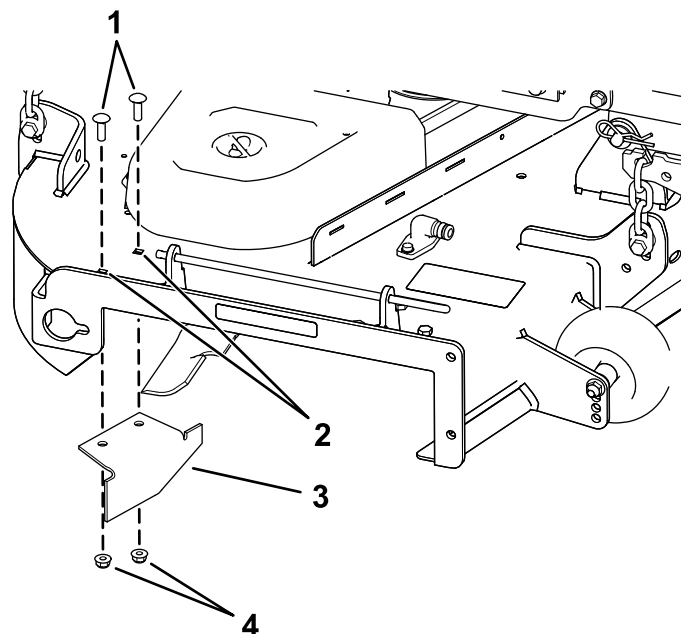

Figura 35
14. Localize o abafador de corte no saco das peças soltas, retire as fixações nos furos posteriores da placa de descarga e instale o abafador na abertura de descarga lateral na plataforma do cortador (Figura 35).